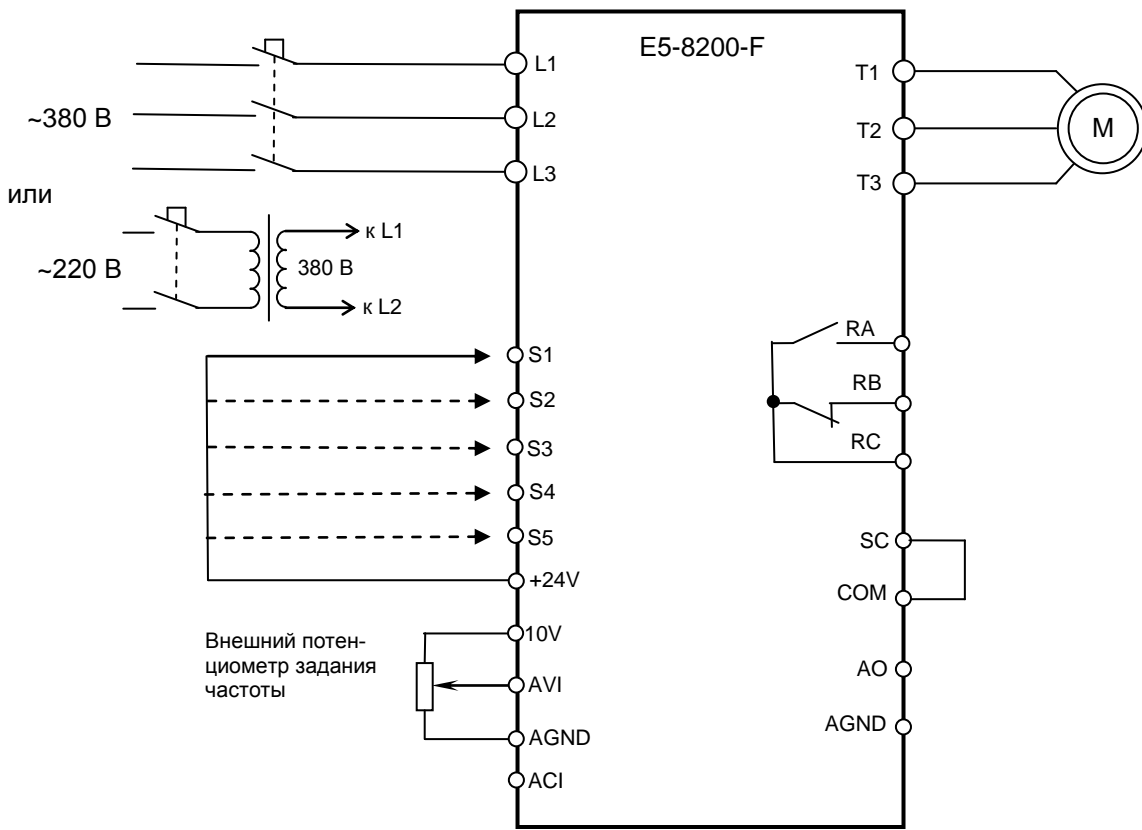

Рис. 4.10 Диагностика входных и выходных цепей управления преобразователя E5-8200-F
4.11.1. Произвести подключения согласно рис. 4.10. Подать напряжение питания на преобразователь. На дисплее должно мигать значение задания частоты, индикатор «Частота» гореть, индикатор «Вперед» мигать.